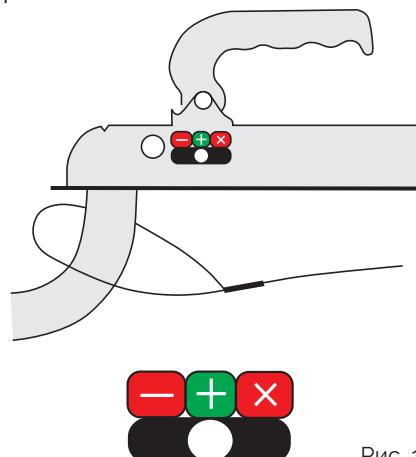

Рис. 1
4. В закрытом положении индикатор на сцепной головке находится на зеленой отметке (см. рис. 1). Приподнять сцепную головку для проверки надежности сцепления с шаром.